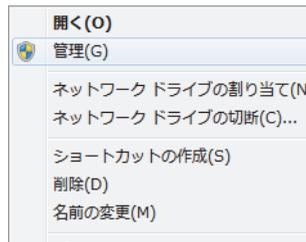

図 7-24 コンピューターアイコンのショートカットメニュー（Windows 7）
2. ショートカットメニューで、**管理**をクリックします (236 ページの図 7-24 参照)。